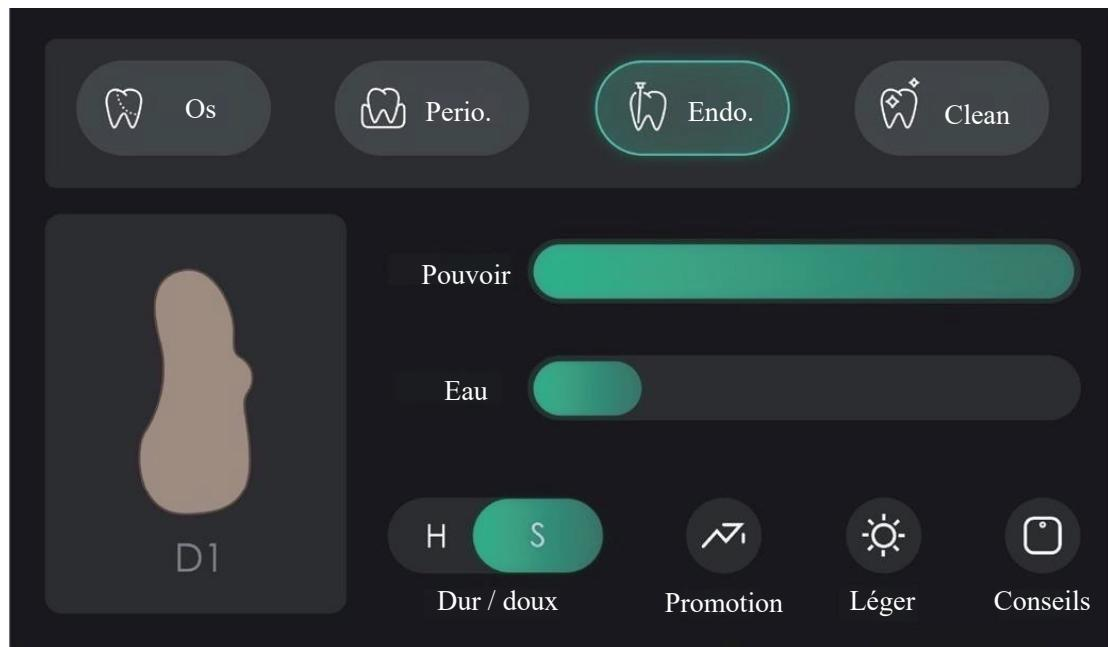

Figure 11
Comme le montre la figure 11, lorsque le nom de mode "Endo" est sélectionné dans la zone verte, l'appareil est en mode Endo; Dans ce mode, les boutons de fonction sont identiques au mode os.
7.2.4 fonction de nettoyage (fig. 11)